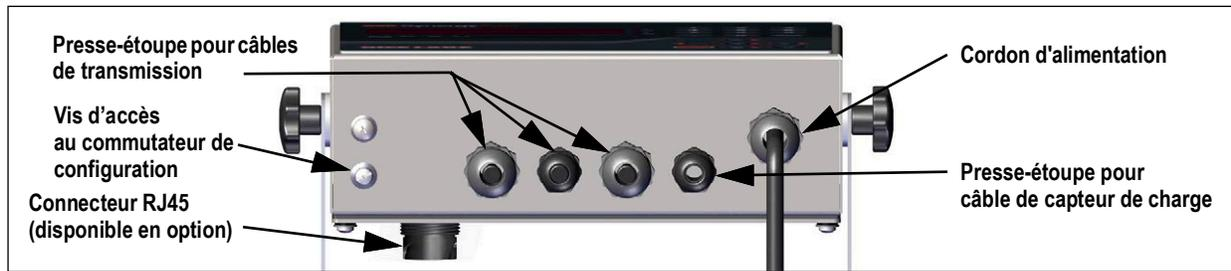

Figure 2-5. Affectation recommandée des presse-étoupes
Cinq presse-étoupes sont présents sur le bas du boîtier de l'indicateur 680 pour le passage des câbles de connexion de l'indicateur. Un de ces presse-étoupes est destiné à l'alimentation électrique, et les quatre autres sont utilisés pour le câble du ou des capteurs de charge et les câbles des entrées et sorties numériques série, Ethernet, micro USB ou de communication de sortie analogique en option. Une version du 680 avec un connecteur RJ45 externe et un bouchon en option est disponible. Des bouchons sont inclus dans le kit de pièces et doivent être installés dans les presse-étoupes ouverts pour éviter une pénétration d'humidité dans le boîtier. Utilisez le bouchon fourni pour obturer le connecteur RJ45 en option lorsqu'il n'est pas utilisé. Reportez-vous aux sections suivantes pour installer les câbles conformément aux exigences de l'application. La longueur de dénudage de câble recommandée est de 7 mm (0,25 po) pour tous les connecteurs des indicateurs 680. Reportez-vous à la Figure 2-5 pour en savoir plus sur les affectations recommandées pour les presse-étoupes de l'indicateur 680.
1. Insérez un câble d'alimentation à 3 fils (non inclus) dans le boîtier via le serre-câble du câble d'alimentation (Figure 2-5, page 13).